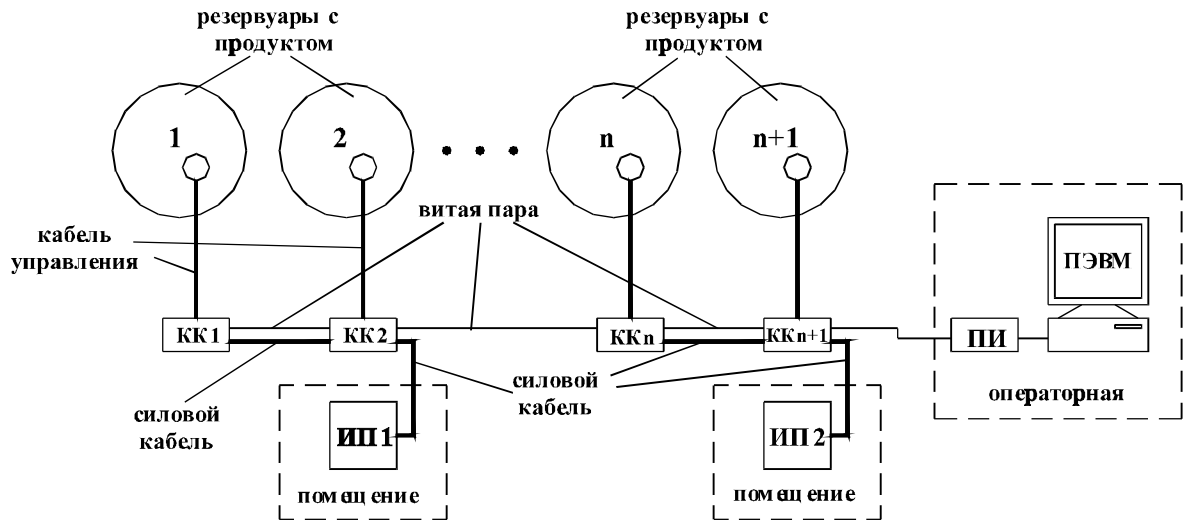
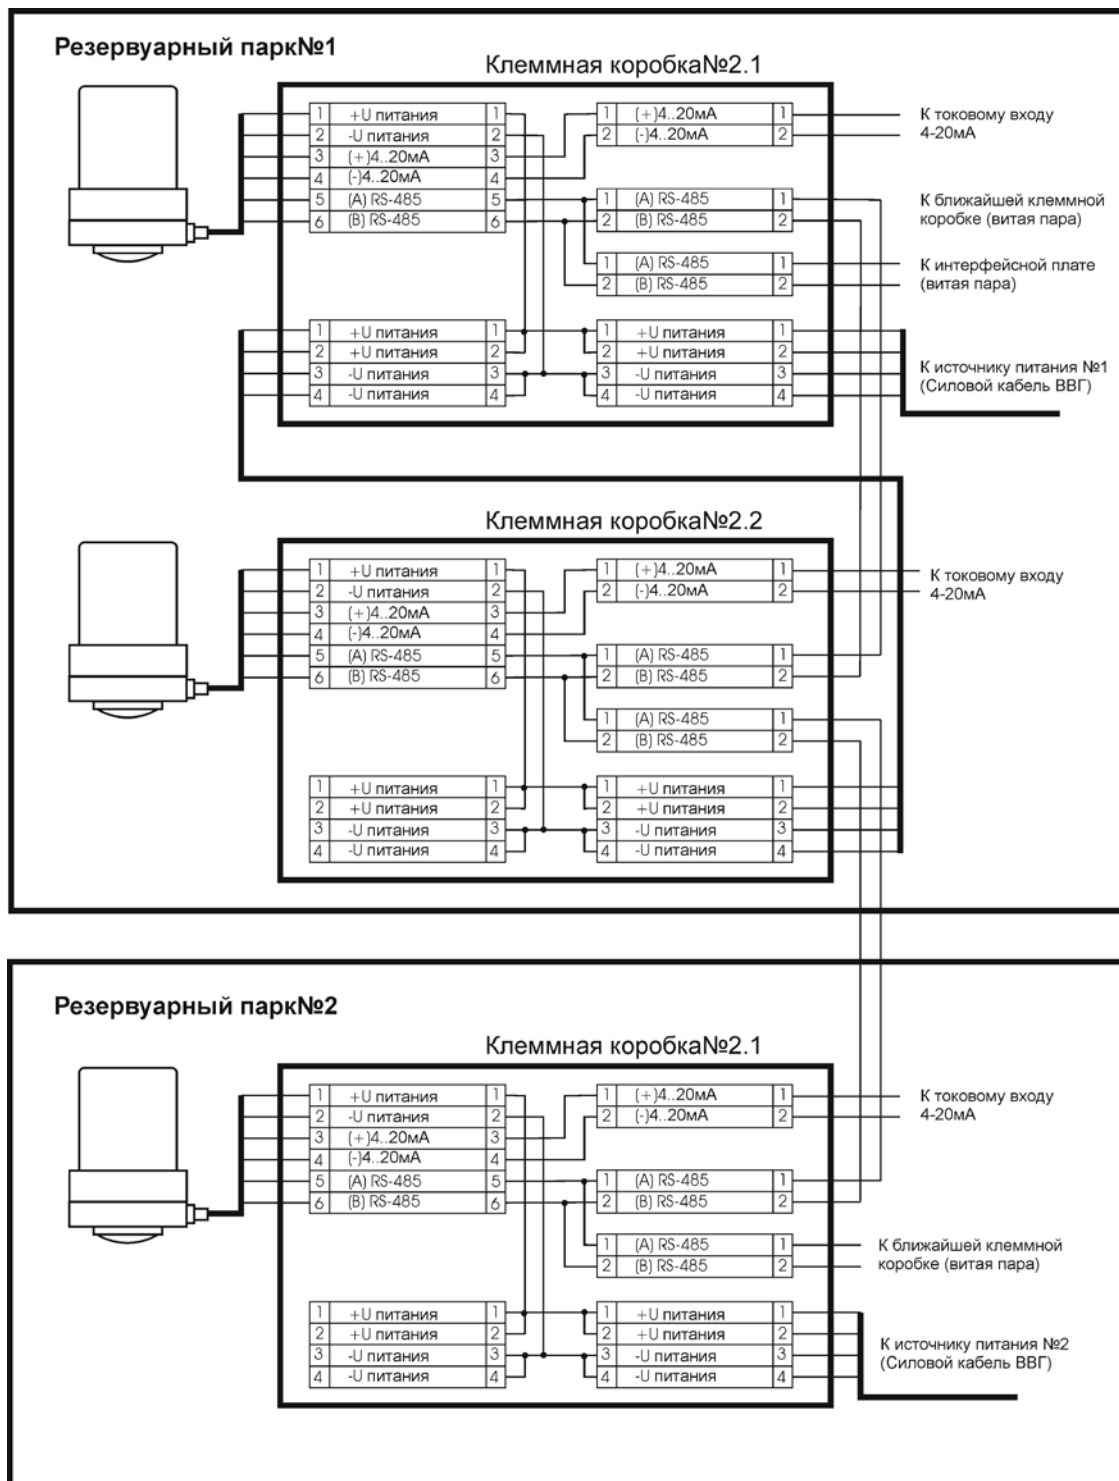

Рис. 3. Включение уровнемера с несколькими источниками питания.
Рис. 11. Вариант подключения датчика с выделенным источником питания.
*Источник питания* (ИП), предназначен для подачи питающего напряжения на датчики уровня. Источник питания должен обеспечивать напряжение питания, на колодке датчика, в пределах 20 – 36 В постоянного тока (с учетом падения напряжения на подводящих проводах). В общем случае ИП – один, но допускается использовать несколько ИП для питания отдельных групп датчиков (рис. 3), при большой протяженности кабельной сети и (или) большом количестве датчиков, подключенных к этой сети.
Схема подключения, показанная на рис. 11, соответствует кабельной разводке показанной на рис. 3. Вариант подключения датчика с выделенным источником питания является наиболее предпочтительным при большой протяженности силовой кабельной сети и большом количестве датчиков уровня. При применении данной схемы снижаются требования к мощности и напряжению на выходе источников питания, т.к. в этом случае имеется возможность запитывать датчики от отдельных источников питания, расположенных вблизи от групп резервуаров, отсюда же и снижение протяженности силовых проводов, а значит и возможность уменьшения сечения проводов.